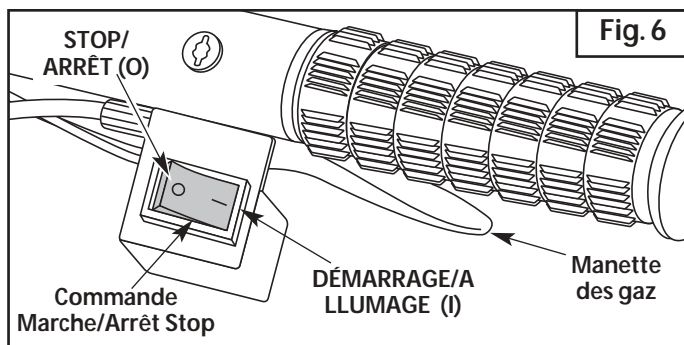

Fig. 6
2. Mettez la commande Marche/Arrêt Stop en position de **DÉMARRAGE (I)** (Fig. 6).
2. Mettez la commande Marche/Arrêt Stop en position de **STOP (O)** (Fig. 6).